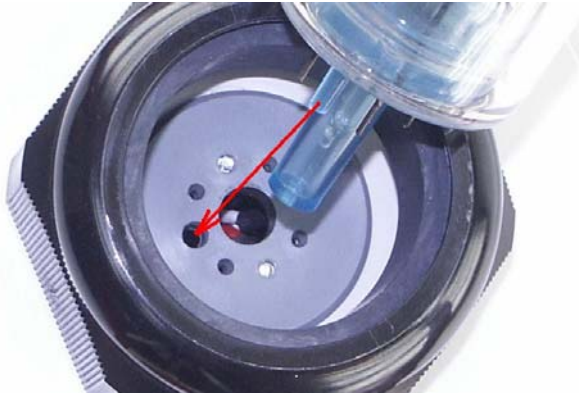

Fig. 1: Inserimento del tubo
- Inserire il tubo perpendicolarmente rispettando il corretto orientamento degli spinotti di contatto e prestando attenzione al pin di codifica! (vedere la fig. 1).